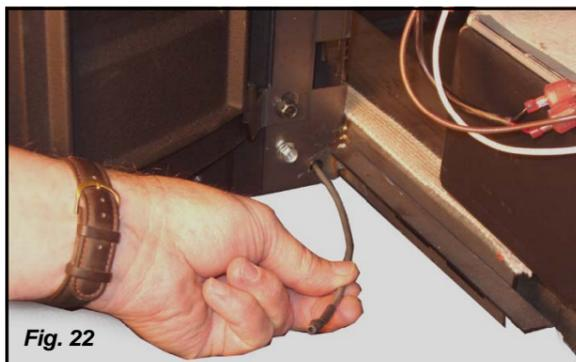

Fig. 22
- Insérez l'extrémité comportant la sonde par l'arrière du support à travers la lumière comme le montre la Fig. 22